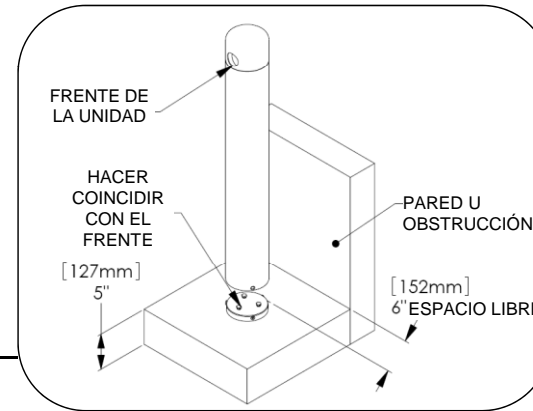

Fig. 1: colocación de la unidad
1. Colocar la unidad en su lugar. Dejar un espacio libre para poder extraer el cenicero, como se muestra en la fig. 1.